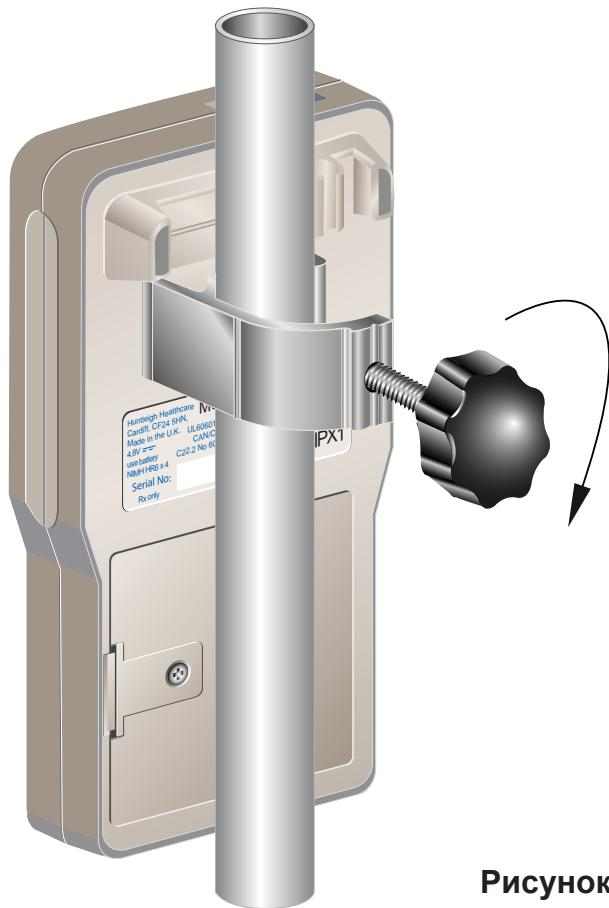

Рисунок 1
1. Передвиньте зажим стойки ниже зажима ремня на приборе и крепко зафиксируйте у стойки I.V (см. Рисунок 1 внизу).